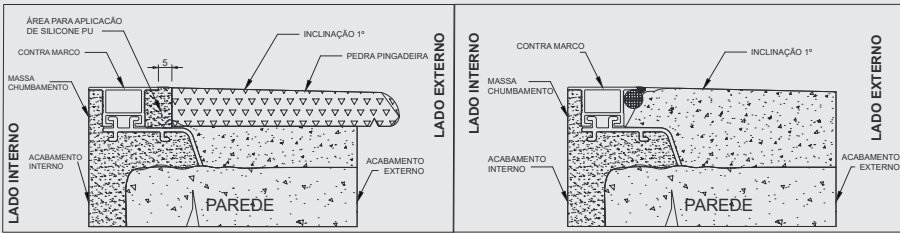

Figura 11 - Posicionamento do contramarco com pingadeira
- Obs: A pedra pingadeira deve estar afastada 5 milímetros do contra marco e deve-se fazer a vedação (com vedante PU) entre o eles, (Conforme Figura 11).